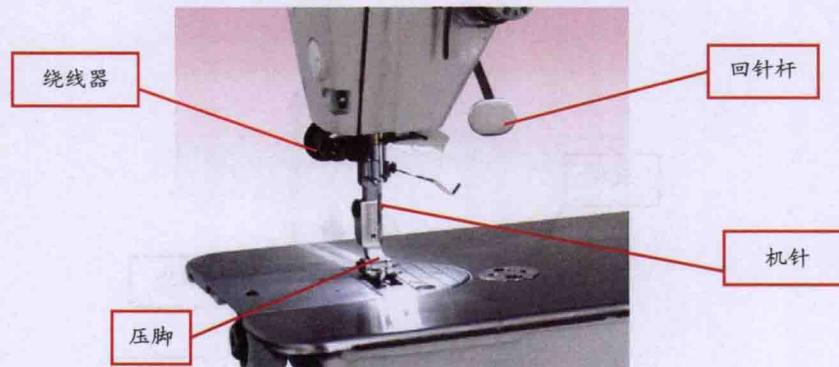

图4 机头的组成
(1) 机头是缝纫机的主要部分。它由机箱(内有刺料、钩线、挑线、送料四个机构)、挑线杆、针杆、线杆、针距调节器、倒缝扳手、绕线器、压脚、回针杆等部件组成。在缝纫过程中,这些部件各司其职,使缝制工作顺利进行。机头的组成如图4所示。